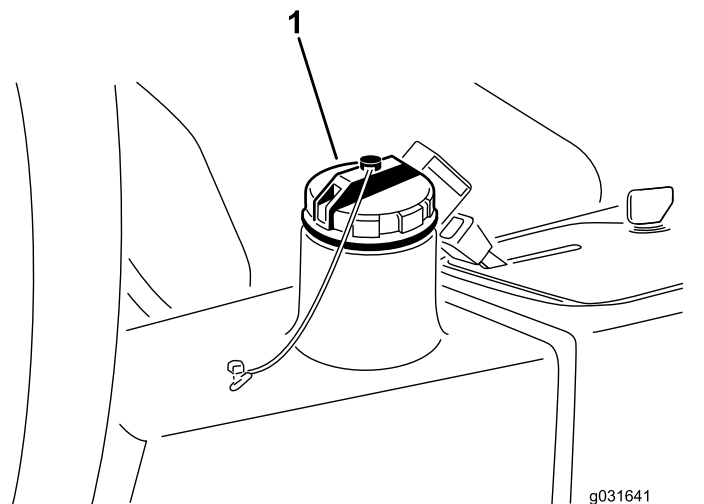

Bild 67
4. Füllen Sie den Behälter (Bild 67) mit ca. 13,2 Liter Hydrauliköl, siehe Hydrauliköl – technische Angaben \(Seite 56\) und Prüfen des Hydraulikölstands \(Seite 56\).